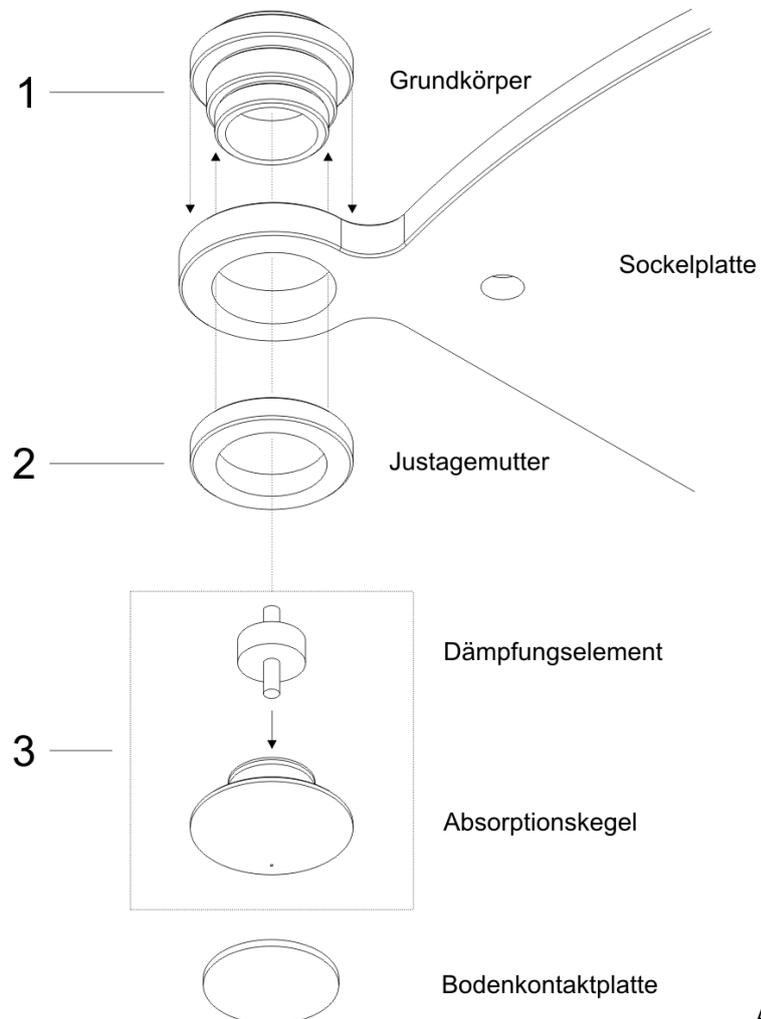

Abb. 3
- Schrauben Sie als erstes den Absorber-Grundkörper (1) von oben in die Sockelplatte.
- Als nächstes muss die Justagemutter (2) von unten auf den Grundkörper geschraubt werden.
- Bereiten Sie den Absorptionskegel mit dem Dämpfungselement vor, indem Sie das Dämpfungselement in den Kegel schrauben. Schrauben Sie anschließend den so vorbereiteten Kegel wie in Abbildung 3 gezeigt in den Grundkörper.